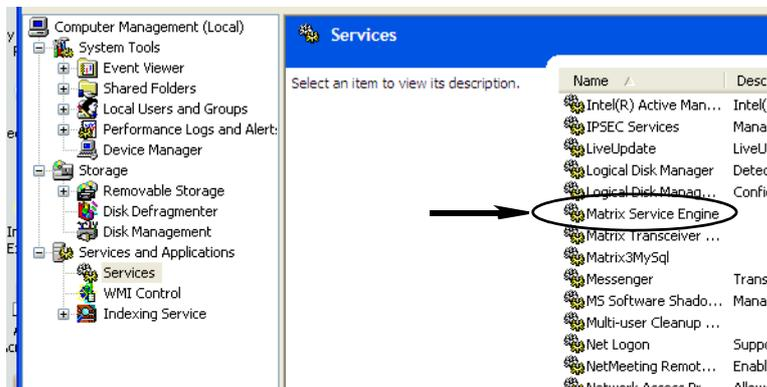

ABB. 37
d. Doppelklicken Sie in der Liste mit Diensten auf „Matrix Service Engine“ (ABB. 37).